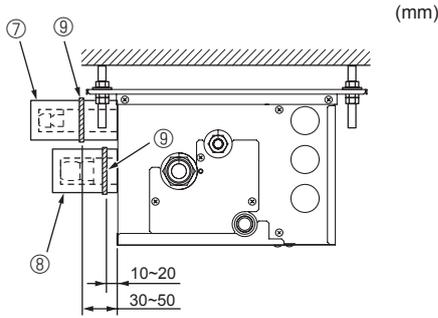

Fig. 7-4
- ⓕ Schlauchschelle ⑨
- ⓖ Rohrabdeckungen ③ ④ ⑤ ⑥
► Gehen Sie wie folgt vor für die Teile des Verteilerkastens die nicht an einem Innengerät angeschlossen sind. (Fig. 7-4)
- (1) Zur Verhinderung von Kältemittelaustritt sorgen Sie bitte dafür, daß die Konusmutter gemäß den in Tabelle 3 angegebenen Drehmomenten* angezogen sind.
- (2) Zur Verhinderung von Kondenswasserbildung müssen die Rohrabdeckungen ⑦ ⑧ installiert und mit den mitgelieferten Bändern ⑨ befestigt werden.